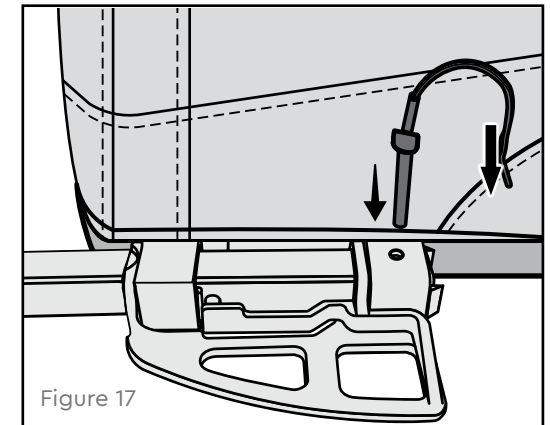

Figure 17
2. Insérez la tige de retenue par le haut dans les orifices alignés (Figure 17).